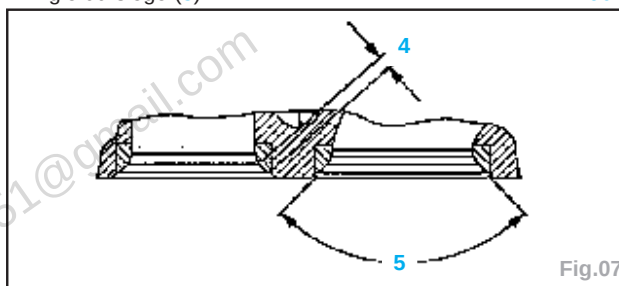

Fig.07
- Portée (4) de soupapes (mm) (Fig.07) :
- Angle du siège (5)90°